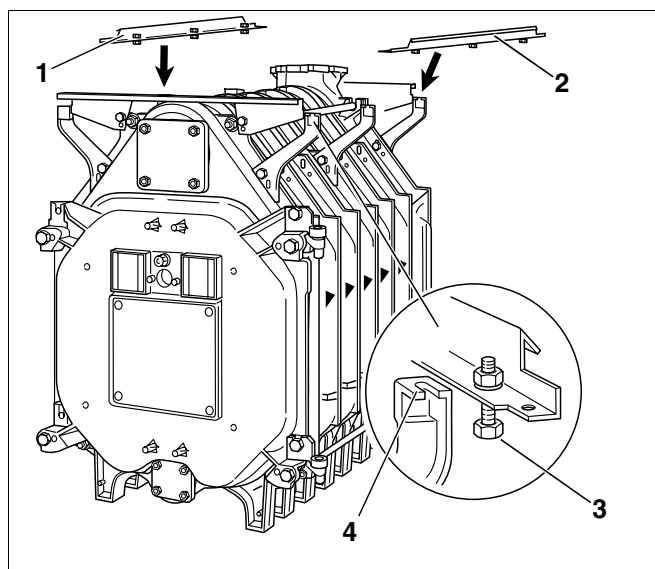

Fig. 38 Montering av langsgående skinner
- Legg de langsgående skinnene (Fig. 38, **Pos. 1** og **2**) på de to konsollene på bak- og forelementet.
- Skyv de langsgående skinnene med formontert skruer (Fig. 38, **Pos. 3**) inn i utsparingene i konsollene (Fig. 38, **Pos. 4**) og skru dem sammen med konsollene.